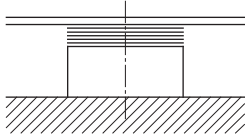
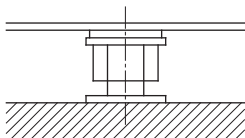

Fig. 6: Vyrovnávacie podložky na povrchu základového podstavca
Fig. 7: Nivelačné skrutky na povrchu základového podstavca
- Na každý otvor skrutky na povrchu základového podstavca umiestnite vyrovnávacie podložky (pribl. 20–25 mm hrubé) (pozri Fig. 6). Ako alternatíva sa môžu použiť nivelačné skrutky (pozri Fig. 7).